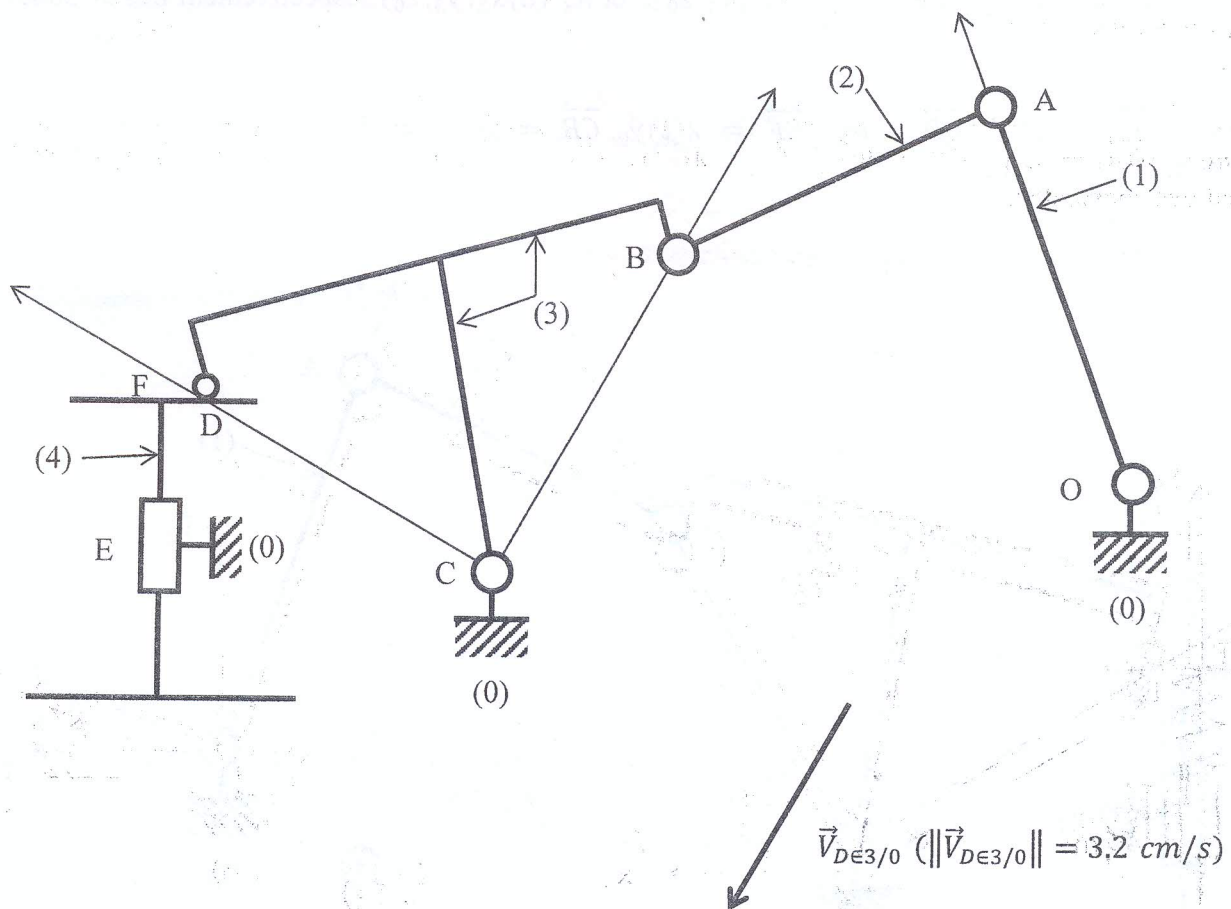

Figure 2
7. Déterminer graphiquement sur la figure 2 le CIR I_{20} et compléter le tableau suivant :
10. Sur la figure 2 on donne la norme, la direction et le sens du vecteur vitesse $\vec{v}_{D \in 3/0}$. Déterminer, en utilisant la méthode graphique du triangle des vitesses et en tenant compte de l'échelle, les normes suivantes :